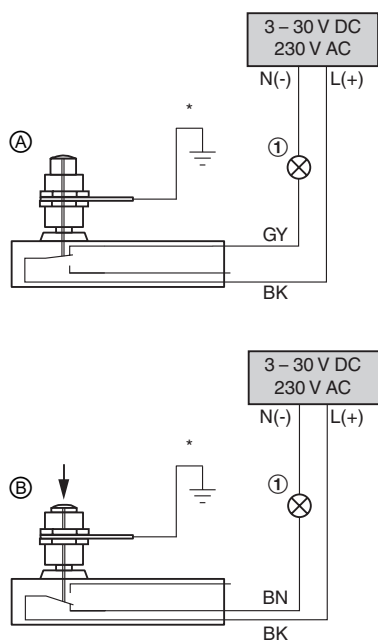

Abb. 12: Anschlussbeispiel Endschalter
- ① Kontrollleuchte oder Relais, kundenseitig
- Anschluss der Endschalter anhand des Anschlussbeispiels Abb. 12